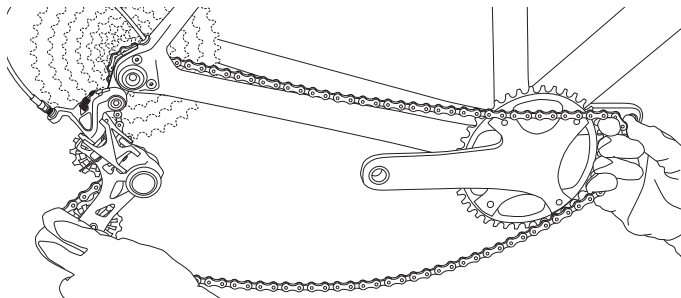

Fig.12
- Enfoncez le train de galets vers le bas pour réduire la tension de la chaîne et remettez la chaîne en place sur le plateau (Fig. 12).